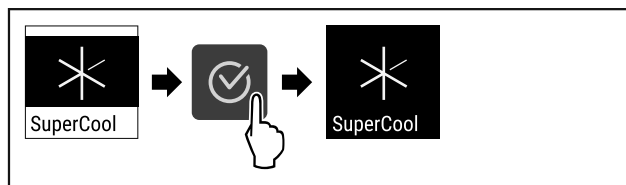

Fig. 73
- ▶ Выполните шаги действия (см. Fig. 73).